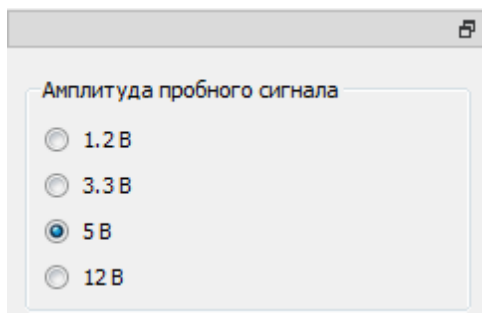

Рисунок 15. Выбор амплитуды пробного сигнала
- Кнопками «Амплитуда пробного сигнала» (рисунок 15) выбирается амплитуда генерируемого на выходе измерительных щупов сигнала для снятия ВАХ.